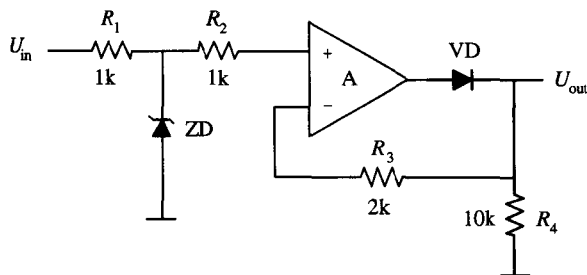
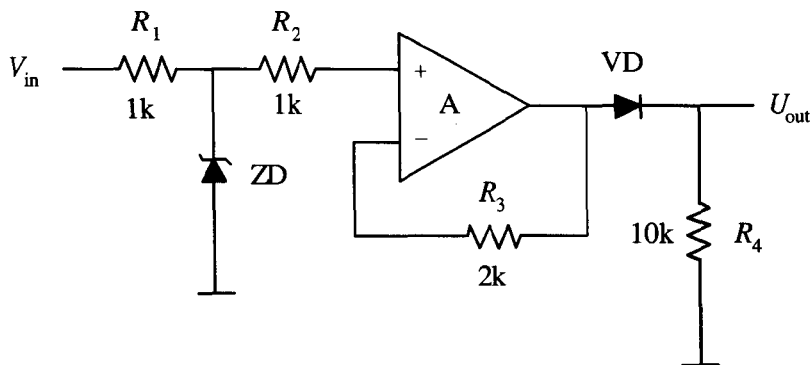

图 1-13
图 1-14
如图 1-13 和图 1-14 所示，ZD 为稳压二极管，稳定电压为  $3V$ ，VD 为普通二极管，正向压降  $0.7V$ ，反向击穿电压  $100V$ ，其余元件的参数如图中所示。运算放大器为理想运放，电源电压为  $\pm 15V$ ，输入电压  $U_{in} = 5\sin 100\pi t (V)$ 。
1. 绘制图 1-13 所示电路的输出电压波形图，说明图 1-13 中的电路功能。
2. 绘制图 1-14 的输出电压波形图，说明二极管 VD 在负反馈环路内和负反馈环路外的区别。
解题思路，在图 1-13 中，利用运放“虚短-虚断”的特点， $R_2$  上没有电流通过，同相端电位等于 ZD 端的电位，当输入电压超过 ZD 稳压值时，ZD 开始稳压作用，使同相端电位固定为 3V；另一方面，同理  $R_3$  上也没有电流通过，因此同相端电位就直接等于  $R_4$  上端电位，即为输出电压。由此运放输出到二极管 VD，再到  $R_4$  形成通路，得到输出波形。
而在图 1-14 中，同相端分析同上，根据电路连接关系，反相端电位与运放输出电位相同，即等于同相端的电位，而后再在二极管整流后输出，波形输出很容易得到。